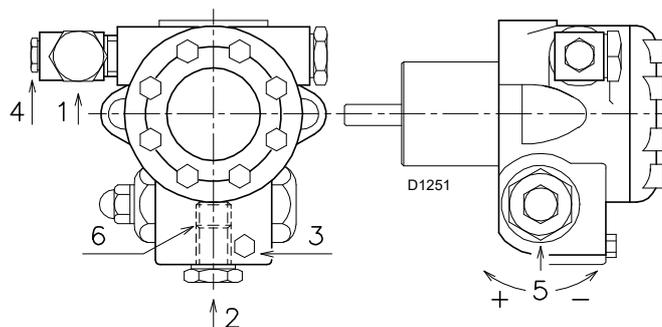
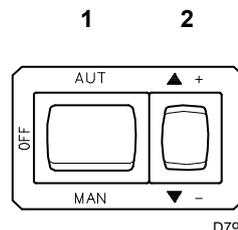

Fig. 25
Fig. 26
Légende (Fig. 25)
- Pour que la pompe (Fig. 25) puisse s'auto-amorcer, il est indispensable de desserrer la vis 3)(Fig. 25) de la pompe pour vider l'air contenu dans le tube d'aspiration.
- Démarrer le brûleur en fermant les dispositifs de contrôle, avec l'interrupteur 1)(Fig. 26) dans la position « MAN » et avec l'interrupteur 10)(Fig. 6) dans la position « HUILE ».
- Quand le fioul ressort par la vis 3)(Fig. 25) la pompe est amorcée. Arrêter le brûleur : interrupteur 1)(Fig. 26) en position « ÉTEINT » et visser la vis 3)(Fig. 25).